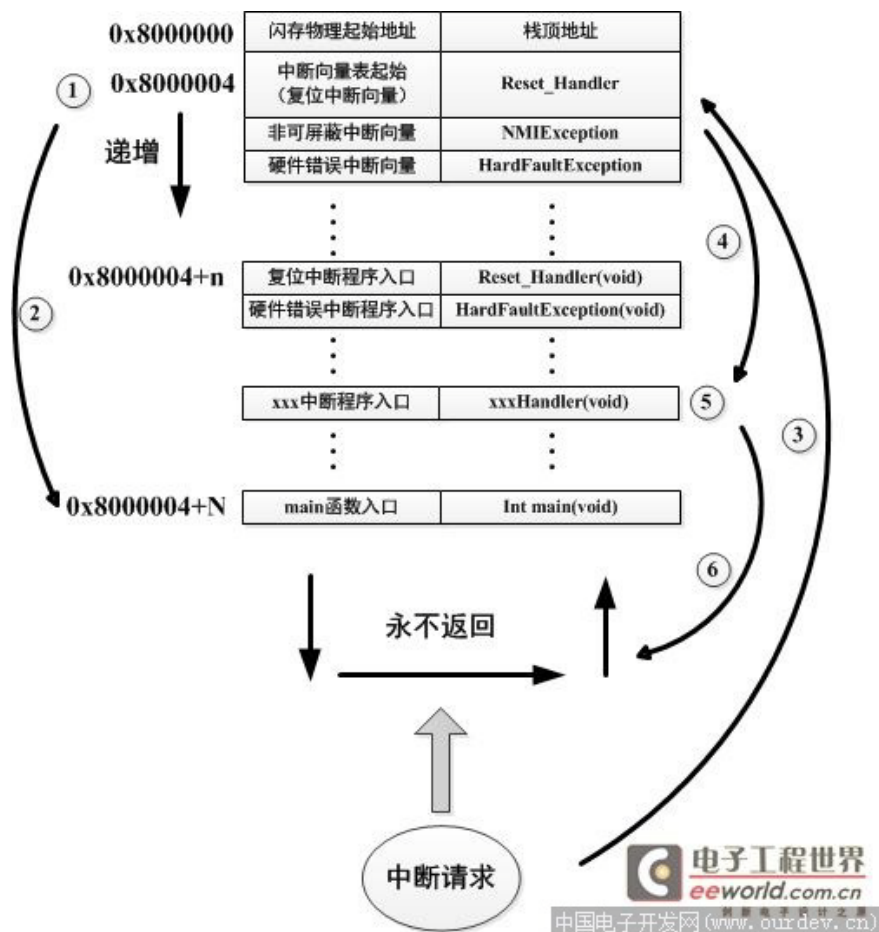
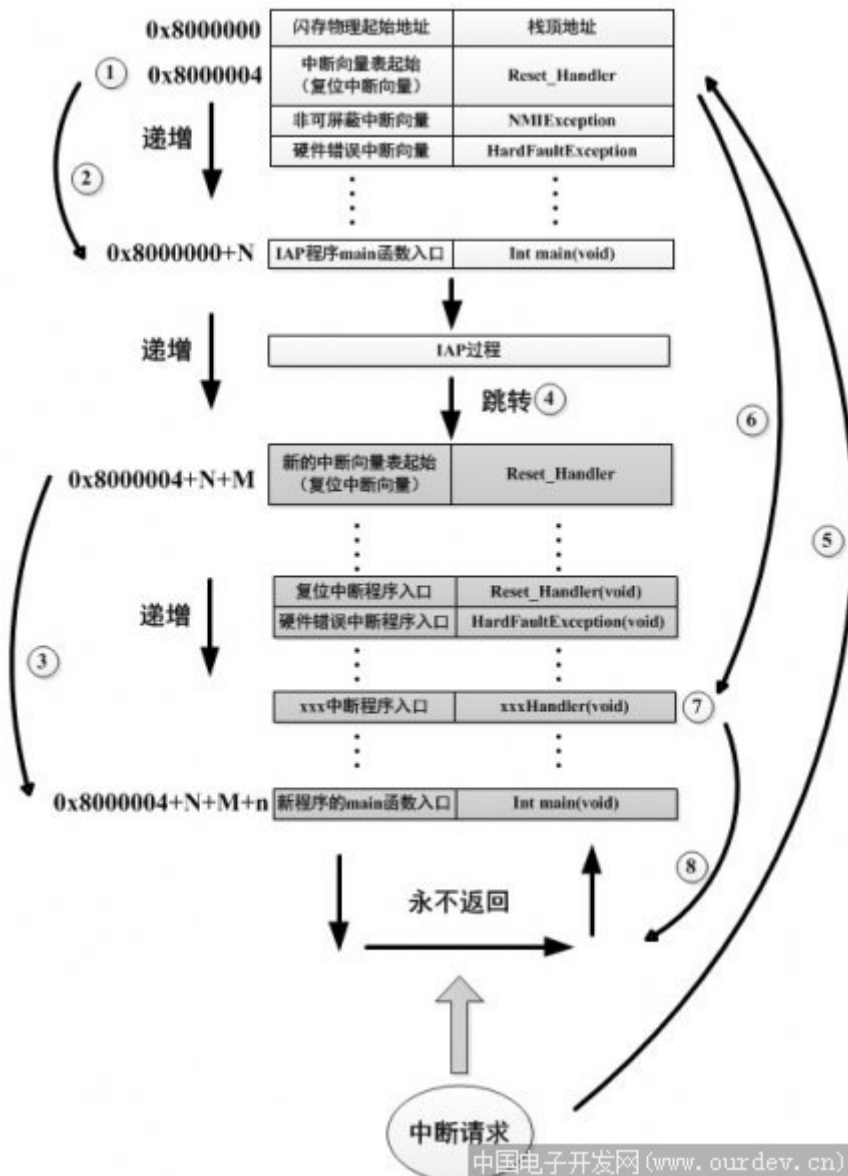

图 1 STM32 常规程序运行流程
图 2 加入 IAP 后的程序运行流程图
在 STM32 微控制器上实现 IAP 方案，除了常规的串口接收数据以及闪存数据写入等常规操作外，还需注意 STM32 的启动过程和中断响应方式。图 1 显示了 STM32 常规的运行流程。
对图 1 解读如下：
- 1、STM32 复位后，会从地址为 0x8000004 处取出复位中断向量的地址，并跳转执行复位中断服务程序，如图 1 中标①所示。
- 2、复位中断服务程序执行的最终结果是跳转至 C 程序的 main 函数，如图 1 中标号②所示，而 main 函数应该是一个死循环，是一个永不返回的函数。
- 3、在 main 函数执行的过程中，发生了一个中断请求，此时 STM32 的硬件机制会将 PC 指针强制指回中断向量表处，如图 1 中标号③所示。
- 4、根据中断源进入相应的中断服务程序，如图 1 中标号⑤所示。
- 5、中断服务程序执行完毕后，程序再度返回至 main 函数中执行，如图 1 中标号⑥所示。
- 若在 STM32 中加入了 IAP 程序，则情况会如图 2 所示：
对图 2 的解读如下:
- 1、STM32 复位后，从地址为  $0x8000004$  处取出复位中断向量的地址，并跳转执行复位中断服务程序，随后跳转至 IAP 程序的 main 函数，如图 2 中标号①、②所示。这个过程和图 1 相应部分是一致的。
- 2、执行完 IAP 过程后（STM32 内部多出了新写入的程序，图 2 中以灰色底纹方格表示，地址始于  $0x8000004+N+M$ ）跳转至新写入程序的复位向量表，取出 APP 程序的复位中断向量的地址，并跳转执行 APP 程序的复位中断服务程序，随后跳转至新程序的 main 函数，其过程如图 2 的标号③所示。APP 程序的 main 函数应该也具有永不返回的特性。同时应该注意在 STM32 的内部存储空间在不同的位置上出现了 2 个中断向量表。
- 3、在新程序 main 函数执行的过程中，一个中断请求来临，PC 指针仍会回转至地址为  $0x8000004$  中断向量表处，而并不是 APP 程序的中断向量表，如图 2 中标号⑤所示。注意到这是由 STM32 的硬件机制决定的。
- 4、根据中断源跳转至对应的中断服务，如图 2 中标号⑥所示。注意此时是跳转至了 APP 程序的中断服务程序中。
5、中断服务执行完毕后，返回 `main` 函数。如图 2 中标号⑧所示。